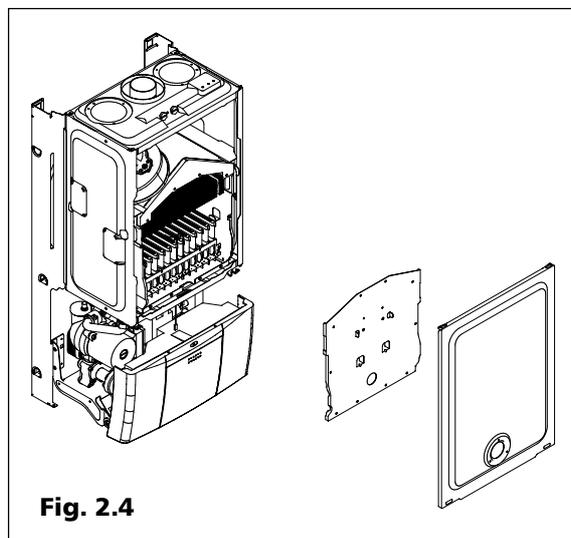

Fig. 2.4
- rimuovere il coperchio della cassa aria e quello della camera di combustione (fig. 2.4);